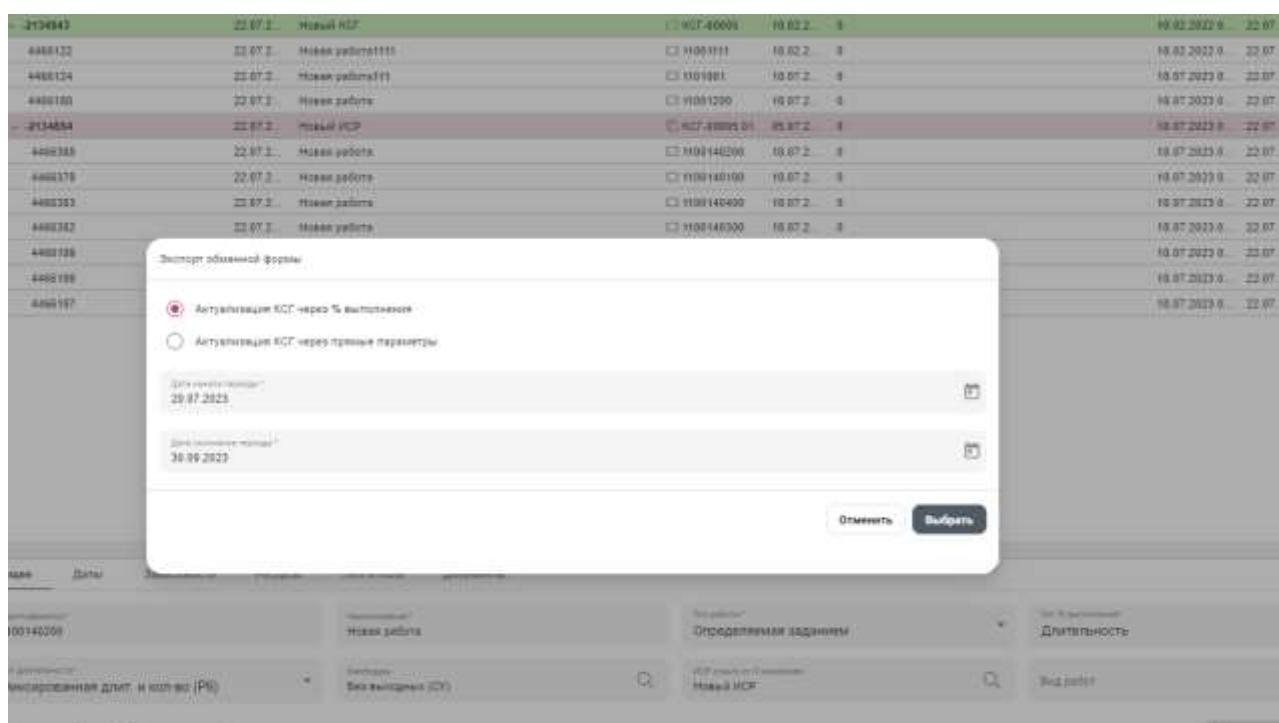

Рисунок 134— Экспорт обменной формы
2.2 Выбрать тип выгрузки ОФ «Актуализация КСГ через % выполнения» и необходимый период (Рисунок 134). Начало периода – дата последнего расчета расписания проекта (актуализации), окончание периода – дата актуализации (новой):